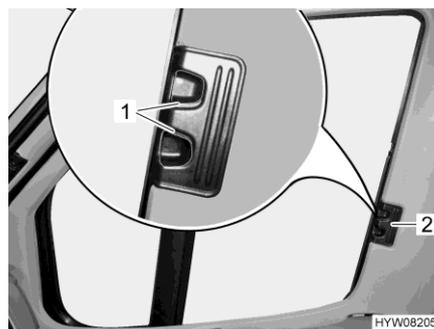

Fig. 109 Tendina oscurante pieghevole (finestrino del conducente/passeggero)
- Premere le maniglie di sbloccaggio (Fig. 109,1) e mantenerle premute.
- Con la levetta (Fig. 109,2) tirare le tendine oscuranti pieghevoli per il finestrino del guidatore e del passeggero verso l'altro lato della finestra e congiungerle alle strisce magnetiche.
- Inserire fino all'arresto le tendine oscuranti pieghevoli per il finestrino del guidatore e del passeggero per la maniglia (Fig. 109,2).
- Rilasciare le maniglie di sbloccaggio (Fig. 109,1) e mantenerle innestate.